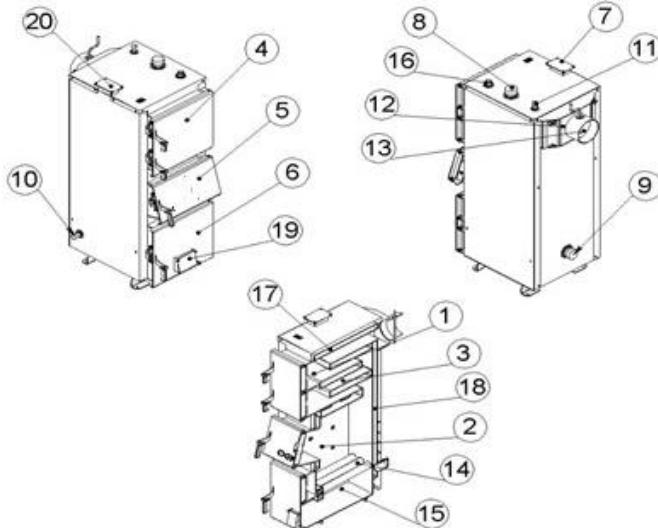

Рисунок 2 – Зовнішній вигляд та основні елементи котла
Конструктивно котел являє собою збірно-зварену конструкцію, що складається з корпуса (поз. 1, рис. 2) з камeroю згоряння (топкою) (поз. 2, рис. 2). Конвекційна частина котла складається з багатоходового теплообмінника (поз. 3, рис. 2) комбінованого типу – чотирьох горизонтальних полиць. Теплообмінник розташований безпосередньо над топкою.
Корпус котла виконаний в формі паралелепіпеду з подвійними стінками, які розділені водними перегородками (поз. 17, рис. 2). На зовнішній поверхні корпуса під декоративною обшивкою закріплена теплова ізоляція. (поз. 18, рис. 2).
Паливо для процесу спалення завантажується на колосникові гратеги (поз. 14, рис. 2) крізь завантажувальні дверцята (поз. 5, рис. 2). Колосникові гратеги виконані з товстостінних безшовних труб по яких постійно циркулює вода з водяної оболонки котла. Згоряння палива в топці відбувається за участю повітря, яке постачається під колосникові гратеги припливним вентилятором (поз. 20, рис. 2). Кількість повітря, необхідного для процесу згоряння, регулюється автоматично блоком автоматики управління (поз. 19, рис. 2), або за допомогою терморегулятора.
Підведення і відведення теплоносія здійснюється відповідно через патрубки зворотної мережної води (поз. 9, рис. 2) і прямої мережної води (поз. 8, рис. 2).
Топочні гази виходять у димохід крізь боров (поз. 12, рис. 2), розташований у задній частині котла. Боров обладнано вбудованим дросельним клапаном продуктів згоряння – шибером (поз. 13, рис. 2). У випадку надто високої тяги у димоході шибер дає можливість її знизити шляхом часткового перекривання вихідного отвору борова.
Зола, яка утворюється в процесі згоряння палива, зсипається в нижню частину корпуса котла – зольник (поз. 15, рис. 2).
- з вентилятором та блоком автоматичного управління – припливним вентилятором (поз. 20, рис. 2) під колосникові гратеги по каналу подачі повітря. Кількість повітря, необхідного для процесу згоряння, регулюється автоматично контролером (поз. 19, рис. 2).
У верхній частині корпуса котла розташований штуцер для встановлення запобіжного клапана або групи безпеки котла (поз. 11, рис. 2).
Для можливості встановлення вентилятора зверху корпуса котла, передбачений отвір, який заглушено кришкою (поз. 7, рис. 2).
Ревізійний дверцята (поз. 6, рис. 2), що розташовані на передній стінці котла, необхідні для періодичного чищення колосникових гратег, а також для можливості спорожнення – зольника. В серії «plus» мають отвір з кріпленням для пелетної горілки.
Для можливості періодичного обслуговування (чищення) теплообмінника передбачені дверцята у верхній частині котла (поз. 4, рис. 2).
Регулятор тяги необхідно приєднати до патрубка з внутрішньою різьбою, який знаходиться у верхній частині корпусу (рис. 2). Різьбове з'єднання при цьому потрібно ущільнити. Регулятор повернути таким чином, щоб наконечник для закріплення шестигранного важеля (з комплекту регулятора) був направлений вправо.